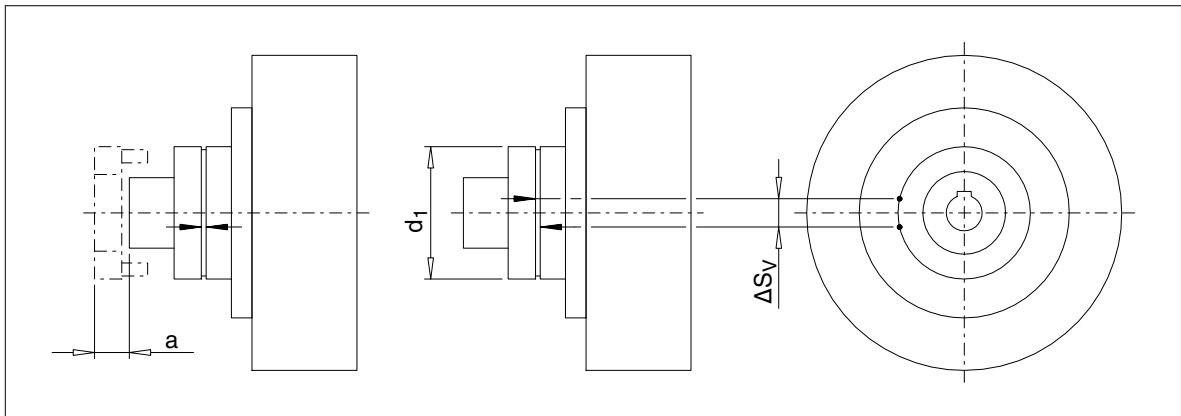

Bild 13: Wartungsintervall der N-EUPEX-Anbaukupplung
Die elastischen Pakete (12) können bis zum Erreichen einer definierten Verschleißgrenze im Einsatz verbleiben. Zur Beurteilung des Verschleißes wird in Tabelle 9 das erlaubte Verdrehspiel ausgewiesen, das auf das Sehnenmaß ΔS_V am äußeren Kupplungsdurchmesser umgerechnet ist. Um das Maß ΔS_V zu ermitteln, wird ein Kupplungsteil ohne Drehmoment bis zum Anschlag gedreht und eine Markierung beidseitig aufgebracht (siehe Bild 13). Durch Drehen des Kupplungsteils in die entgegengesetzte Drehrichtung bis zum Anschlag, wandern die Markierungen auseinander. Der Abstand zwischen den Markierungen ergibt das Sehnenmaß ΔS_V . Überschreitet das Maß ΔS_V den in Tabelle 9 angegebenen Wert, ist ein Austausch der Pakete (12) vorzunehmen.
Ein Auswechseln der Pakete (12) ist bei den Bauarten "FGD" und "FVD" ohne ein Verschieben der gekuppelten Maschinen möglich, wenn das Auswechselmaß "a" (siehe Tabelle 9 und Bild 13 in Punkt 10.3) berücksichtigt wurde. Nach Lösen der Schraubenverbindung Teil 2/3 wird Teil 3 axial verschoben und zum Teil 2 verdreht. Die Pakete (12) sind dann frei zugänglich.